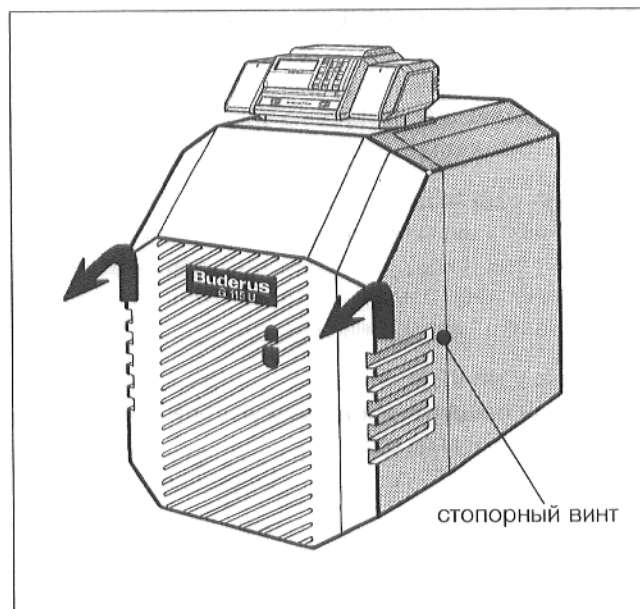

Рис. 23
- Слегка поднять облицовку дверцы горелки, или кожух горелки, и снять в направлении вперед. У Unit-котлов необходимо сначала вывинтить стопорные винты, находящиеся слева и справа в боковых стенках (рис. 23), затем, слегка приподнять кожух горелки, и снять его в направлении вперед.
- Снять облицовку дверцы горелки, или кожух горелки, соответственно описанию выше (рис. 23).